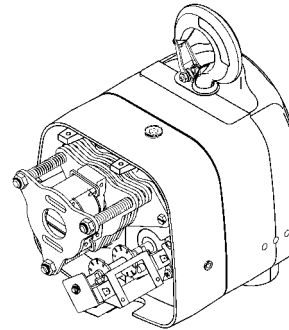

Figura 7 - Vista con el panel eléctrico retirado
2. Retire el panel eléctrico, sacando los tornillos separadores (vea las Figuras 16 y 17). El limitador de izaje y el freno estarán ahora accesibles, como se muestra en la Figura 7.